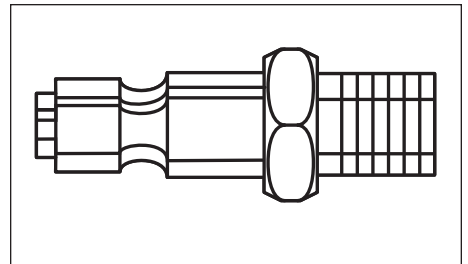

Figure 7 - Bouchon Rapide
**BOUCHON RAPIDE** — Un bouchon rapide conçu pour fonctionner en combinaison avec un coupleur rapide pour joindre facilement et rapidement un outil pneumatique en tuyau à air (*Voir Figure 7*).